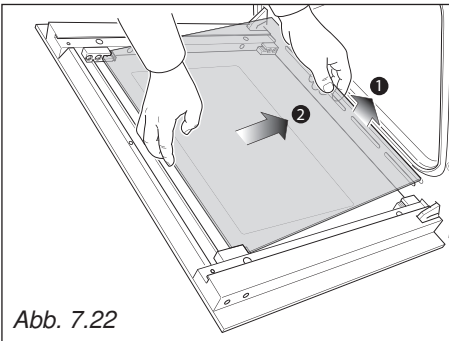

Abb. 7.22
- Heben Sie das Glassegment dann an der Unterseite an (Pfeil 1 in Abb. 7.22) und ziehen Sie es vorsichtig aus den oberen Halteklammern heraus (Pfeil 2 in Abb. 7.22).